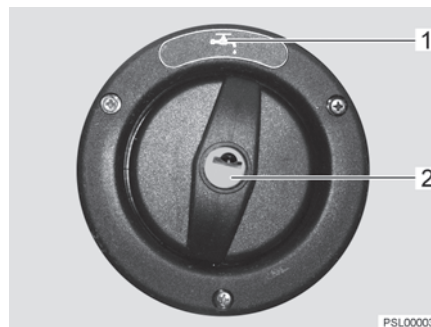

Fig. 44 Coperchio per bocchettone di riempimento dell'acqua potabile
- ▷ Il bocchettone di riempimento dell'acqua potabile è contrassegnato dal simbolo "☕" (Fig. 44,1).
- Inserire la chiave nel cilindro della serratura (Fig. 44,2) e ruotare in senso antiorario.